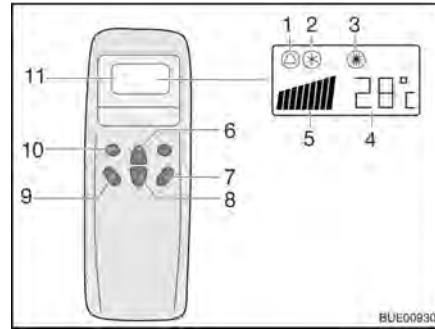
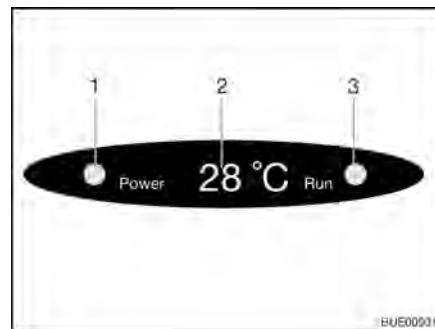

Fig. 127 Telecomando
Fig. 128 Display su diffusore
- Premere il tasto "ON/OFF" (Fig. 127,7).
- Premere il tasto "Mode" (Fig. 127,10) spesso, finché la modalità desiderata (Fig. 127,1, 2 o 3) viene visualizzata sul display. La spia di controllo relativa sul display sul diffusore (Fig. 128,3) si accende.
- Con i tasti di aumento della temperatura (Fig. 127,6) o di riduzione della temperatura (Fig. 127,8) regolare la temperatura desiderata.
- Con il tasto numero di giri ventola (Fig. 127,9) selezionare il livello desiderato per la ventola.